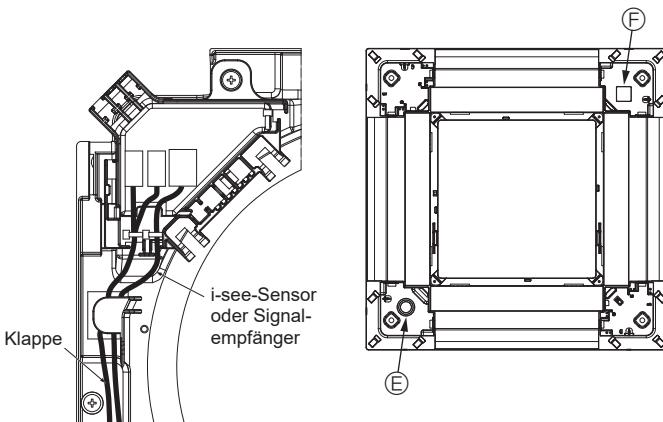

Fig. 10-13
- Das i-see-Sensorkabel und das Signalempfänger-Kabel wie in Fig. 10-13 dargestellt verlegen.